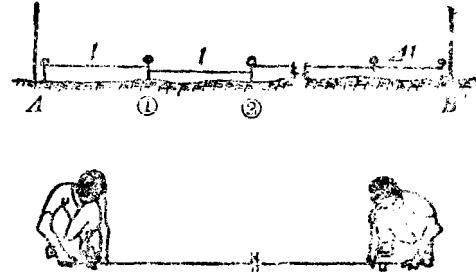

图 2
4)丈量距离(如图2所示)。
(2)前、后尺手都蹲下，后尺手把尺终点对准起点 A 的标志，喊“预备”，前尺手把尺通过定线时所作的记号，两人同时把尺拉直，拉力大小适当，尺身要保持水平，当尺拉稳后，后尺手喊“好”，这时前尺手对准尺的零点刻划，在地面竖直地插一根测钎，如图2中的①点，插好后喊“好”，这样就量完了一个整尺段。
(3)前、后尺手抬尺前进，当后尺手到达①点测钎后，重复上述操作，丈量第二整尺段，得到②点，量好后继续向前丈量，后尺手依次收回测钎，一根测钎代表一个整尺段。丈量到 B 点前的最后一段，由前尺手对零，后尺手读出该不足整尺段长度。